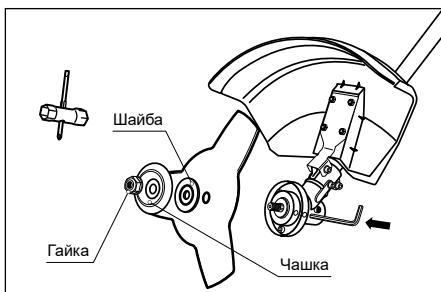

Рис. 9
- Установите режущий нож на фланцевую шайбу. Убедитесь, что режущий нож правильно отцентрирован и лежит на проточке шайбы. Установите прижимную шайбу. Установите на вал чашку крепления (рис. 9).
- Удерживая стопорный стержень одной рукой, надежно затяните гайку трубчатым ключом (входит в комплект), поворачивая ее против часовой стрелки (рис. 9).